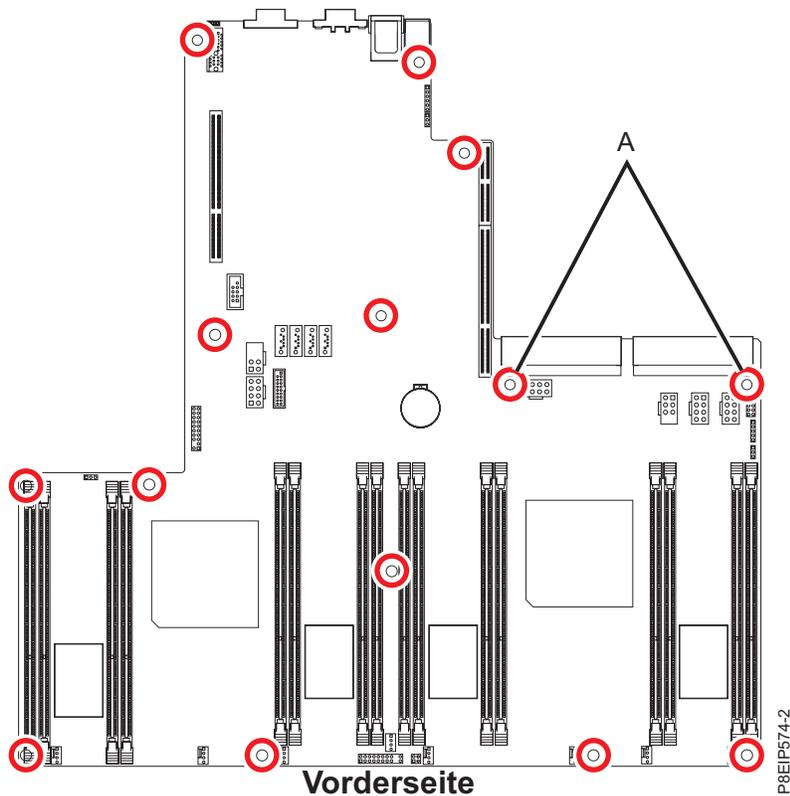

Abbildung 58. Schraubenpositionen. Die zwei Schrauben an Position (A) sind schwarz und etwas länger.
13. Richten Sie die 14 Schrauben an der Systemrückwandplatine aus und ziehen Sie sie fest. Die Schraubenpositionen werden in Abb. 58 auf Seite 55 dargestellt.